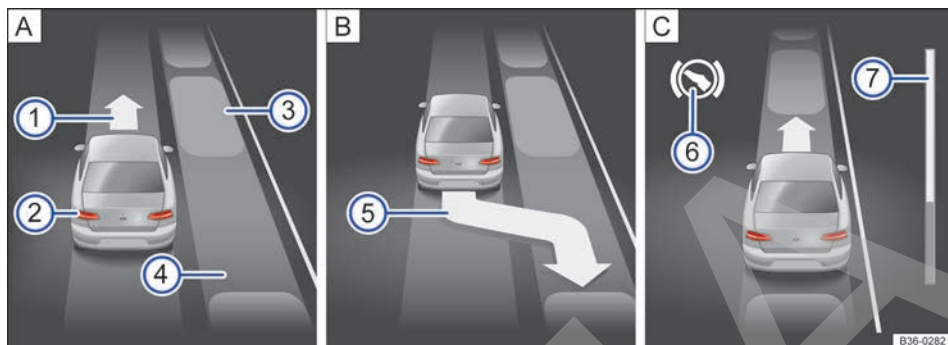
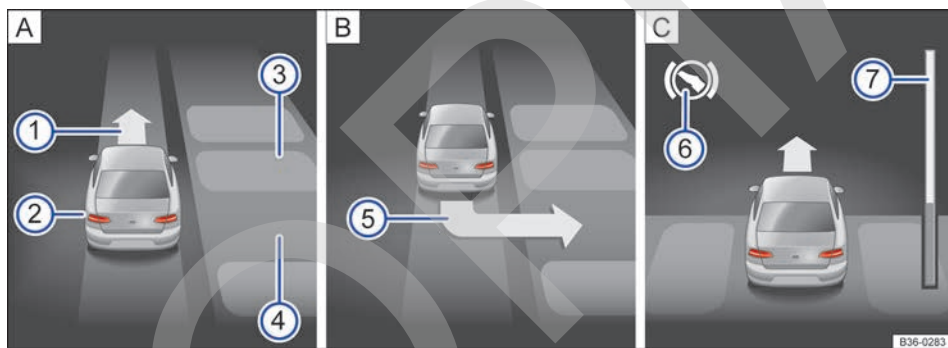

Fig. 211 En la pantalla del cuadro de instrumentos: aparcar en línea. **A** Buscar un hueco de aparcamiento. **B** Posición para aparcar. **C** Maniobrar.
Fig. 212 En la pantalla del cuadro de instrumentos: aparcar en batería. **A** Buscar un hueco de aparcamiento. **B** Posición para aparcar. **C** Maniobrar.
Legenda de la fig. 211 y fig. 212:
La barra de progreso → fig. 211 ⑦ y → fig. 212 ⑦ muestra simbólicamente en la pantalla del cuadro de instrumentos la distancia relativa que aún queda por recorrer. Cuanto mayor es la distancia, más llena está la barra de progreso. Al circular marcha adelante, el contenido de la barra de progreso disminuye hacia arriba, y al circular marcha atrás, disminuye hacia abajo. ▶
2.	Mire en la visualización de la pantalla del cuadro de instrumentos si se ha detectado el hueco como "apropiado" y si ha alcanzado la posición correcta para aparcar → fig. 211 [B] o → fig. 212 [B]. El hueco habrá sido considerado "apropiado" si en la pantalla del cuadro de instrumentos aparece la indicación de aparcar (5).
6.	Retroceda hasta que suene la señal continua del ParkPilot. O BIEN: retroceda hasta que en la pantalla del cuadro de instrumentos aparezca la indicación de dar marcha adelante → fig. 211 [A] (1) o → fig. 212 [A] (1). O BIEN: retroceda hasta que en la pantalla del cuadro de instrumentos aparezca el mensaje Park Assist finalizado . La barra de progreso (7) indica la distancia que hay que recorrer → pág. 267.
7.	Pise el pedal del freno hasta que el sistema de aparcamiento asistido termine de realizar los giros del volante O BIEN: hasta que se apague el símbolo (8) en la pantalla del cuadro de instrumentos.
9.	Dé marcha adelante hasta que suene la señal continua del ParkPilot. O BIEN: dé marcha adelante hasta que en la pantalla del cuadro de instrumentos aparezca la indicación de dar marcha atrás. El sistema de aparcamiento asistido dirige el vehículo marcha adelante y marcha atrás hasta centrarlo en el hueco → fig. 211 [C] o → fig. 212 [C].